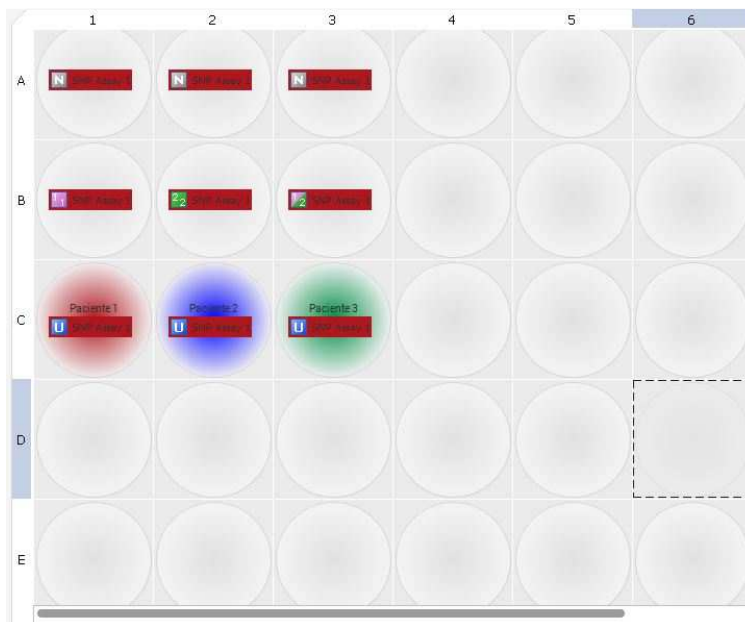

Fig. 7b
4. Selecione cada poço separadamente (C1) e atribua a amostra → *assign* Paciente 1. Repita o processo para outras amostras. É possível alterar o zoom da placa  para visualizar cada poço com detalhe (Fig. 7b).